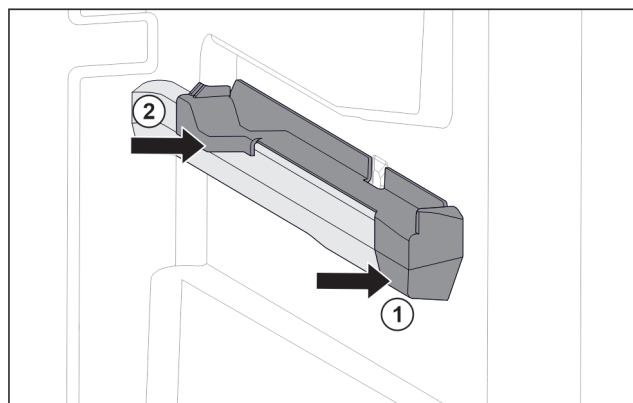

Fig. 148 Piesă de fixare pe nervura din dreapta a recipientului
- ▶ Așezați piesa de fixare în față pe nervura recipientului. Fig. 148 (1)
- ▶ Apăsați piesa de fixare spre spate. Fig. 148 (2)